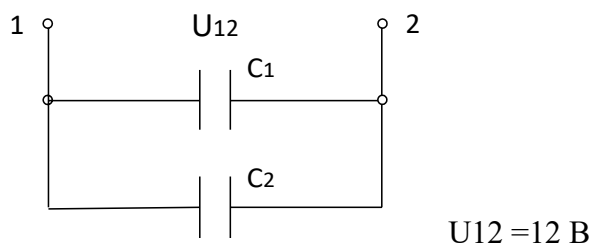

Рисунок 4
Напряжение на входе цепи для векторов действующих значений определяется уравнением (рис.4) $\vec{U} = \vec{U}_R + \vec{U}_C$.
1. Собрать цепь согласно рис.4.